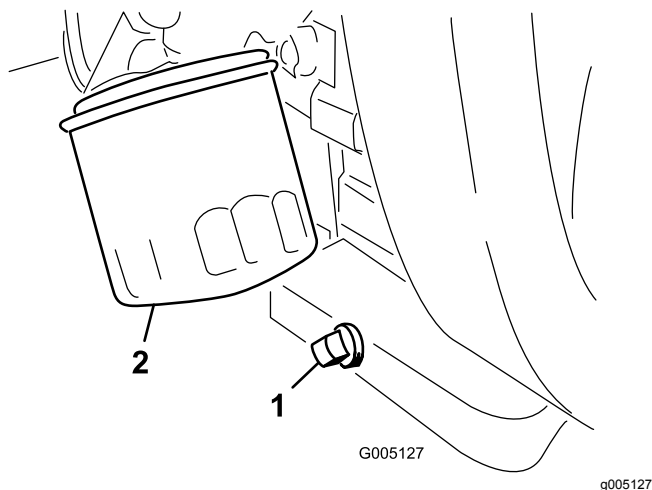

図 31
1. ドレンプラグ 図 31 を外してオイルを容器に受ける。
2. ドレンプラグのねじ山をきれいにして PTFE シーラントを巻き付ける 図 31。
3. オイルフィルタ 図 31 を外す。